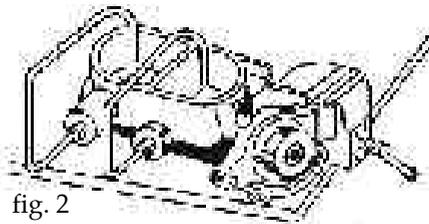

fig. 2
2. Conecta los tubos de purga en los orificios de salida del líquido y diríjalos hacia los depósitos del cilindro. (fig. 2)